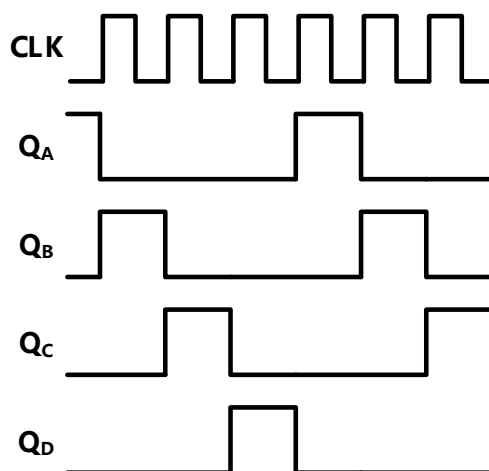

图 4 环形计数器波形
- 2、 用集成计数器 74161 实现时序如图 4 所示的环形计数器。电路必须能自启动，在 quartus 中仿真验证电路
利用 4 位双向移位寄存器 74194 实现图 4 所示的环形计数器，电路必须能自启动，在 quartus 中进行仿真验证